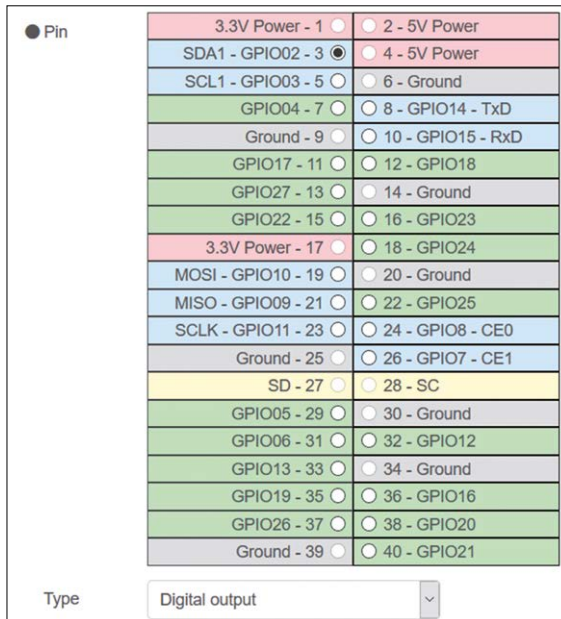

Figure 5.8 Créer un nœud rpi gpio out
- Créer un **rpi gpio out** nœud avec la configuration comme indiqué dans la Figure 5.8, définissez le Type sur la sortie numérique, Initialiser l'état de broche à 0 et nommez-le comme LED. Cliquez **Terminé**